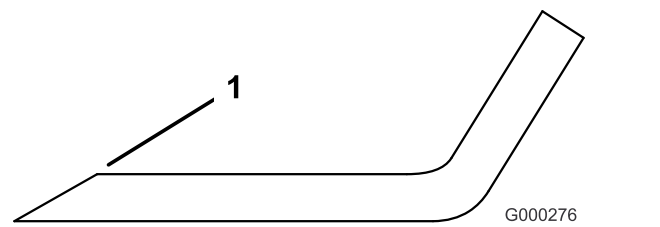

Figura 108
3. Inspeccione los filos de corte de todas las cuchillas, y afílelos si están romos o tienen mellas (Figura 108).
Nota: Afíle únicamente la parte superior del filo y mantenga el ángulo de corte original para asegurar un filo correcto (Figura 108). La cuchilla permanecerá equilibrada si se retira la misma cantidad de metal de ambos bordes de corte.